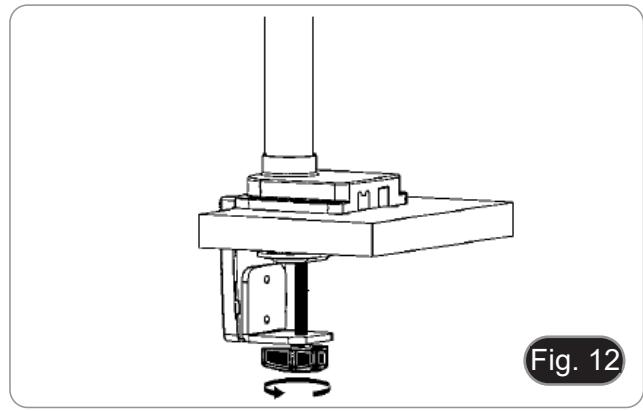

Fig. 12
- Fixer le couvercle en plastique (H) au support de la pince, puis fixer l'ensemble à la table en vissant le bouton de fixation. (Fig. 12)
- REMARQUE:** Le couvercle en plastique (H) sert également à ranger les clés Allen utilisées pour l'assemblage et le réglage de la tension des différentes pièces.